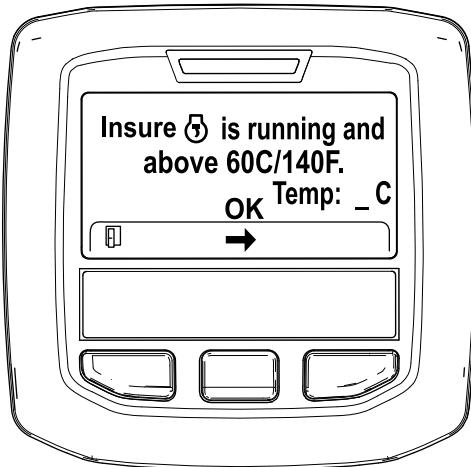

Figura 40
- Se la temperatura del refrigerante è inferiore a 60°C, viene visualizzato il messaggio "Insure ' is running and above 60C/140F" (Assicurarsi che sia in funzione e sopra 60 °C). (Figura 40).